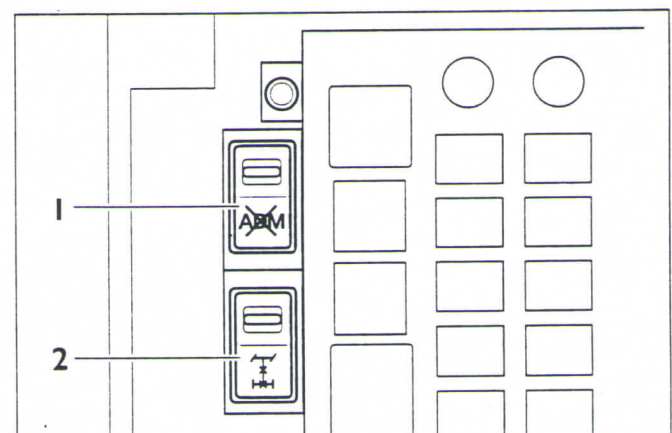

Fig. 83/3 Caixa de fusíveis do lado direito na cabina do motorista
- A lâmpada-piloto *Bloqueio ativado*, localizada na consola central, acende assim que o sistema ADM tiver ativado o primeiro dos três bloqueios (Fig. 83/1, Pos. 4). Caso necessário, os bloqueios serão ativados em três passos:
- 1) A lâmpada-piloto *Distribuição de potência 50/50* acenderá adicionalmente quando o sistema ADM tiver ativado uma distribuição de potência de 1/2:1/2 entre eixo dianteiro e eixo trazeiro (Fig. 83/2, Pos. 1).
- 2) A lâmpada-piloto *Bloqueio do eixo trazeiro* acenderá quando o sistema ADM tiver adicionalmente bloqueado o diferencial do eixo trazeiro (Fig. 83/2, Pos. 3).
- 3) A lâmpada-piloto *Bloqueio do eixo dianteiro* acenderá quando o sistema ADM tiver adicionalmente bloqueado o diferencial do eixo dianteiro (Fig. 83/2, Pos. 2). Além disso, ouve-se um sinal sonoro advertindo que ambos os eixos se encontram agora bloqueados.
- Se ocorrer uma falha no comando ADM, a lâmpada-piloto *ADM Desligado/falha* (Fig. 83/1, Pos. 3) acenderá.
- Acione o interruptor basculante *ADM Lig/Desl* (Fig. 83/3, Pos. 1).
- Acione o interruptor basculante *Diferenciais LIG/DESL* (Fig. 83/3, Pos. 2).